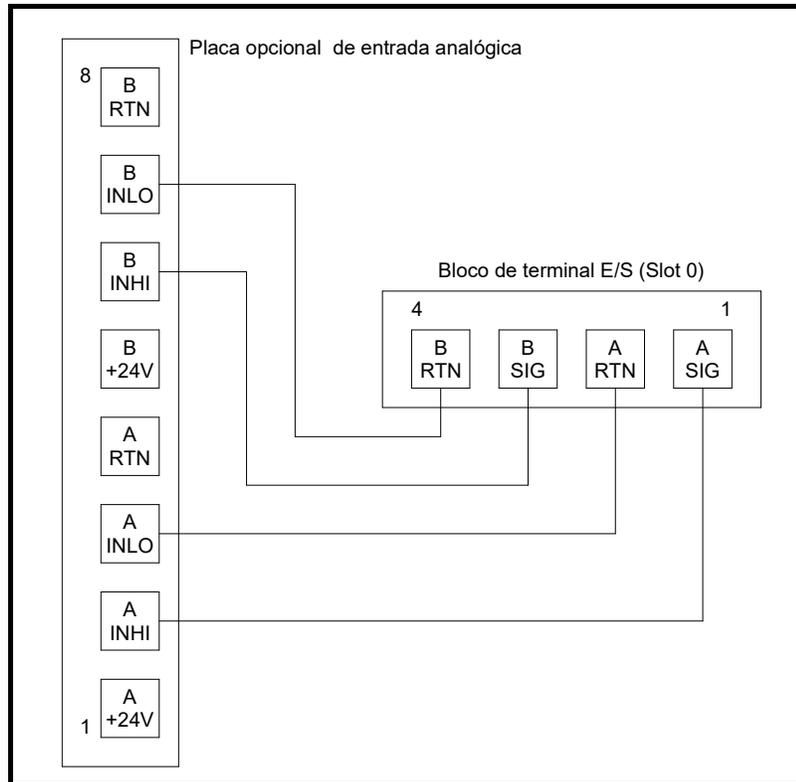

Figura 1-3: Conexões de calibração de entradas analógicas
Conecte a(s) saída(s) analógica(s) do **Slot 0** (ou uma fonte de corrente independente calibrada) à(s) entrada(s) analógica(s) da placa opcional, conforme mostrado na Figura 1-3 abaixo. Consulte o mapa do menu da Figura 1-6 na página 1-12 para obter orientação.
O procedimento para calibrar a **Entrada A** é idêntico à calibração da **Entrada B**. Contudo, ao calibrar a **Entrada B**, verifique se há uma fonte de corrente calibrada conectada aos pinos corretos do bloco de terminal. Consulte a Figura 1-3 na página anterior para saber os números dos pinos corretos. Para calibrar uma placa de entrada de 0/4-20 mA, consulte a seção abaixo.
1. Conecte a fonte de corrente de 4 mA à entrada analógica selecionada no momento, como mostrado na Figura 1-3 na página 5.
1. Conecte a fonte de corrente de 20 mA à entrada analógica selecionada no momento, como mostrado na Figura 1-3 na página 5.